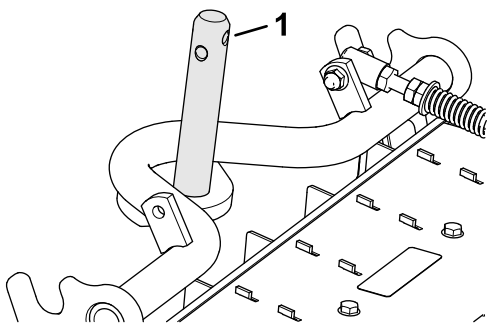

Figure 8
4. Enduisez l'arbre du bâti porteur de graisse propre (Figure 8).